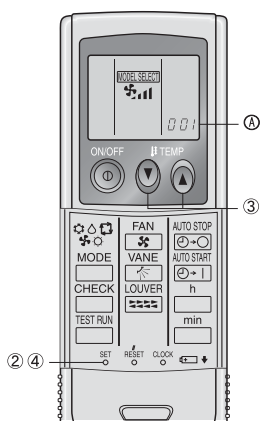

Fig. 6-7
1) Preparación inicial (Fig. 6-7)
- ① Introduzca las pilas.
- ② Pulse el botón SET con algún objeto puntiagudo.